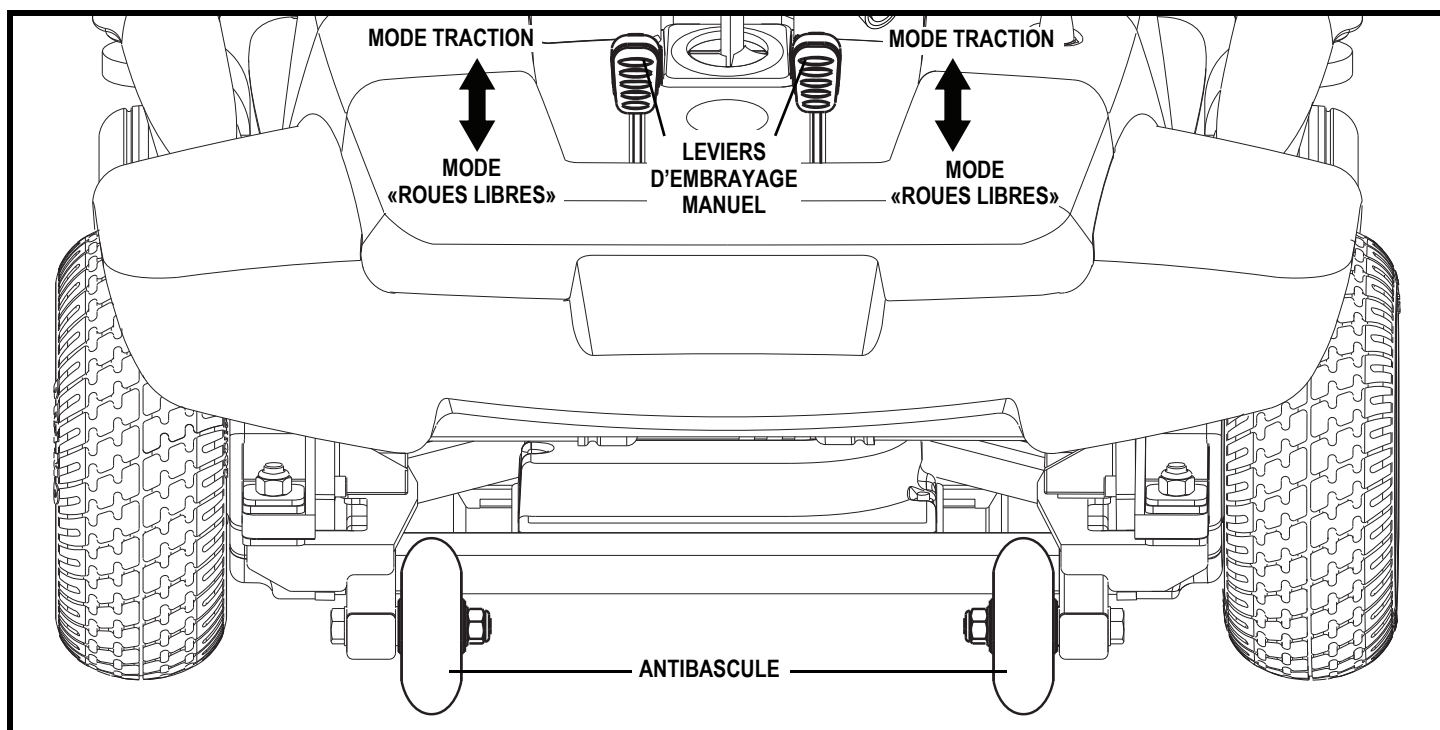

Figure 7. Arrière de la base motorisée
1. Trouvez les leviers sur la section arrière de la base motorisée. **Voir la figure 7.**
2. Poussez les leviers vers l'avant pour embrayer les moteurs et engager les freins (mode traction). **Voir la figure 7.**
3. Tirez les leviers vers l'arrière pour débrayer les moteurs et relâcher les freins (mode «roues libres»). **Voir la figure 7.**
Les roulettes antibascule font partie intégrante du fauteuil et sont une composante de sécurité importante de votre fauteuil motorisé. Elles sont boulonnées à la partie arrière de la structure du fauteuil. **Voir figure 7.**